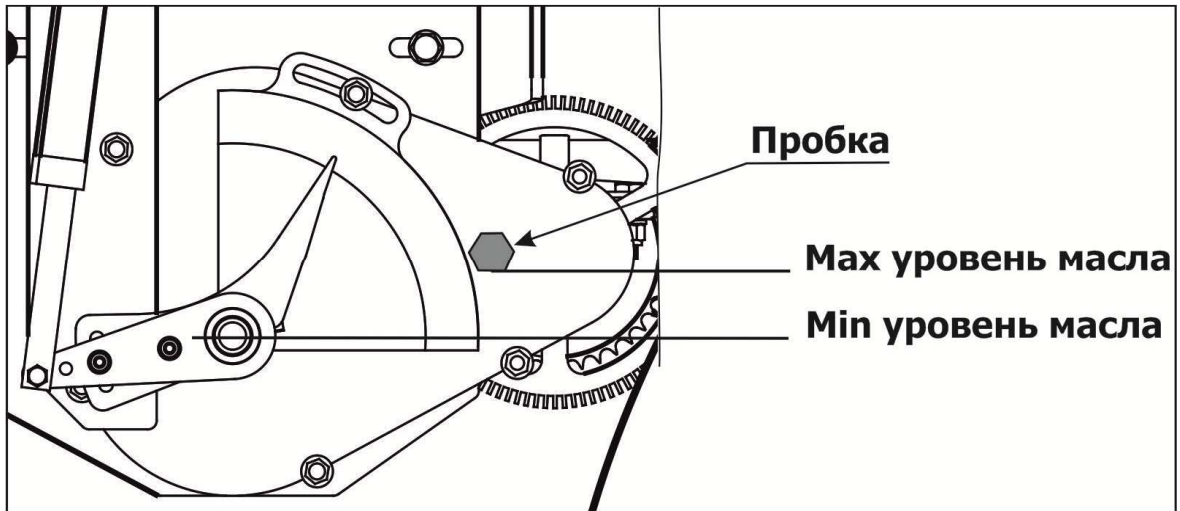

Рисунок 7.3
7.2.6.2 Необходимо контролировать уровень масла в редукторе Zero-Max. **ВАЖНО!** МАКСИМАЛЬНЫЙ УРОВЕНЬ МАСЛА В РЕДУКТОРЕ ZERO-MAX ПО ОТВЕРСТИЮ ПРОБКИ. МИНИМАЛЬНЫЙ УРОВЕНЬ МАСЛА – НЕ НИЖЕ ОСИ СТРЕЛКИ (рисунок 7.3).